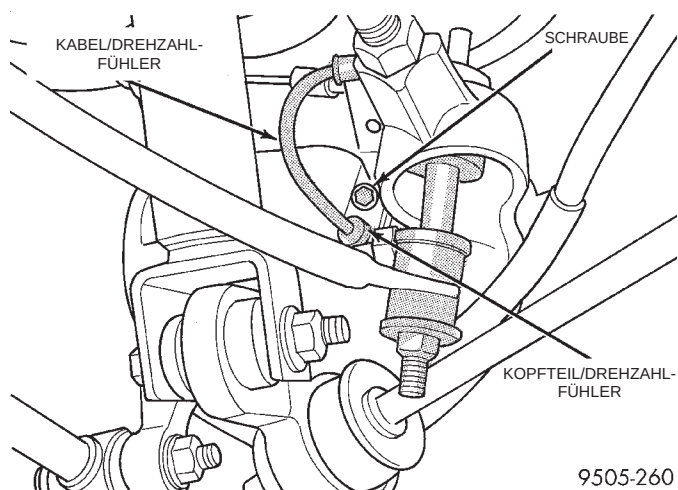

Abb. 20 Befestigung des Kopfteils/ABS-Drehzahlfühlers am Bremsträger
(6) Bei Fahrzeugen mit ABS das Kopfteil des Drehzahlfühlers am Bremsträger und die Halterung des Bremsschlauchs anbauen (Abb. 20). Schraube des Drehzahlfühlers mit einem Anzugsmoment von 7 N·m (60 in. lbs.) festziehen.